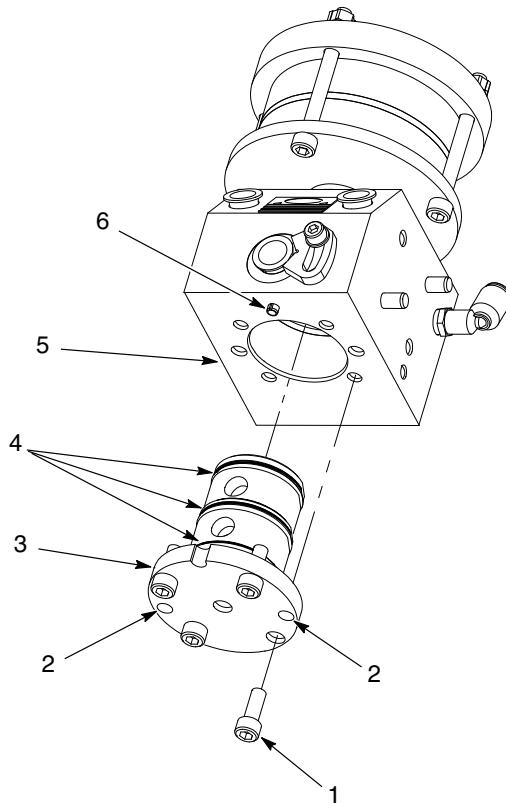

Рис. 7 Замена уплотнительного картриджа регулятора CP II
- См. рис. 7. Вывернуть винты (1) крепления уплотнительного картриджа регулятора CP II (3) к корпусу (5).
- Ввернуть два винта (1) отверстия для извлечения (2). Затянув винты, извлечь уплотнительный картридж регулятора CP II из корпуса (5).
- Промыть корпус (5) изнутри совместимым растворителем или вытереть начисто ветошью.
- Покрыть уплотнительные кольца (4) на новом уплотнительном картриidge (3) регулятора CP II смазкой для уплотнительных колец.
- Убедиться, что канавка в основании уплотнительного картриджа (3) регулятора CP II совмещается с установочным штифтом (6) в корпусе (5). Закрепить уплотнительный картридж регулятора CP II (3) в корпусе, используя винты (1). Затянуть винты моментом 10 Н•м (90 дюйм-фунтов).